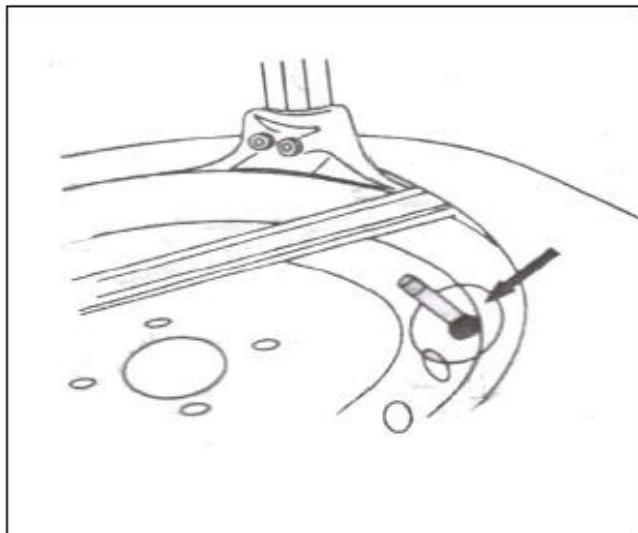

РИС. 20
4.1.4 С помощью рычага продолжайте демонтаж, пока кромка не достигнет выступа инструмента для демонтажа (РИС.20). Нажмите педаль поворотного стендса (Рис.2-8), чтобы повернуть поворотный стенд по часовой стрелке, пока вся кромка не будет отделена полностью. При работе с колесом с камерой, чтобы избежать повреждения камеры, при демонтаже нужно держать выпускное отверстие шины в 10 см от правой стороны инструмента для демонтажа.